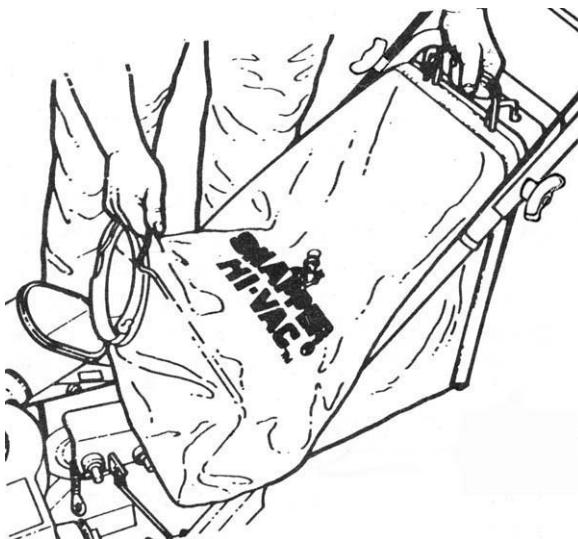

図 3-14
1. バッグの中の芝を捨てるには、コネクターを持ち上げ、後フックを後方に倒してバッグを開き、芝を捨てます。 (図 3-14)